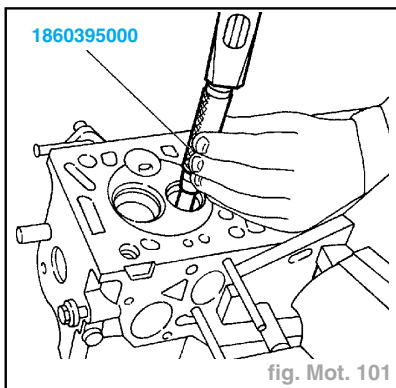

fig. Mot. 101
- Dégager les guides soupapes de leur logement en utilisant l'outil 1860395000 en agissant comme indiqué (fig. Mot. 101).